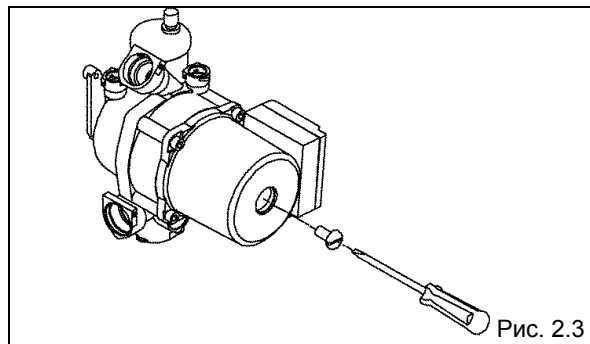

Рис. 2.3
- циркуляционный насос вращается свободно; открутите защитный колпачок и с помощью шлицевой отвертки убедитесь, что вал ротора вращается свободно (Рис. 2.3).